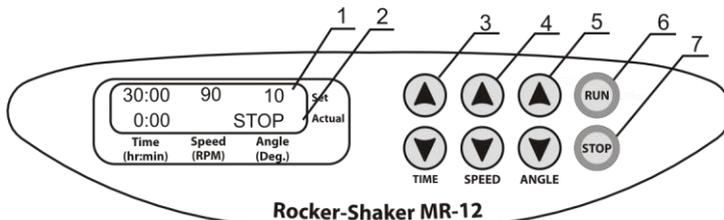

Fig.1. Panneau frontal
- 4.2. L'écran s'allumera : la ligne supérieure affichera la durée, la vitesse en TPM et l'angle d'inclinaison programmés précédemment (Set , fig.1/1), tandis que la ligne inférieure (Actual fig.1/2) indiquera les relevés réels des paramètres (0:00 — durée, indication de mode (STOP/ RUN)).
- 4.3. Réglage de la durée. Utilisez les touches ▼**TIME** et ▲ (Fig. 1/3) pour programmer l'intervalle de durée de travail souhaitée en heures et en minutes (intervalle d'incrémentatation de 1 min). Appuyez sur la touche pendant plus de 3 secondes pour augmenter l'incrémentatation.
Remarque : Si la durée d'utilisation n'est pas programmée et que l'indicateur du minuteur affiche 0:00, appuyez sur la touche RUN (Fig. 1/6) pour que l'appareil se mette à fonctionner en continu jusqu'à ce que la touche STOP (Fig. 1/7) soit pres-sée.
- 4.4. Réglage de la vitesse. Utilisez les touches ▼**SPEED** et ▲ (Fig. 1/4) pour régler l'intensité d'agitation souhaitée en oscillations par minute (intervalle d'incrémentatation de 1 oscill./min.). Appuyez sur la touche pendant plus de 3 secondes pour augmenter l'incrémentatation.
- 4.5. Réglage de l'angle d'inclinaison. Utilisez les touches ▼**ANGLE** et ▲ (Fig. 1/5) pour régler l'angle nécessaire (intervalle d'incrémentatation 1 °). Appuyez sur la touche pendant plus de 3 secondes pour augmenter l'incrémentatation.
- 4.7. Appuyez sur la touche **RUN** (Fig. 1/6). La plate-forme se mettra à tourner et l'indicateur du minuteur commencera à décompter l'intervalle de temps (précis à 1 minute près).
- 4.8. Si la plate-forme est surchargée, le dispositif tentera à trois reprises de redémarrer (indication : DRIVER ERROR). Si les tentatives échouent, l'indication clignotante OVERLOAD apparaîtra sur l'écran, tandis qu'un signal sonore répétitif se fera entendre jusqu'à ce que la touche **STOP** (Fig. 1/7) soit pressée. Éliminez les causes possibles de la surcharge, puis retentez l'opération (voir paragraphe 4.6).